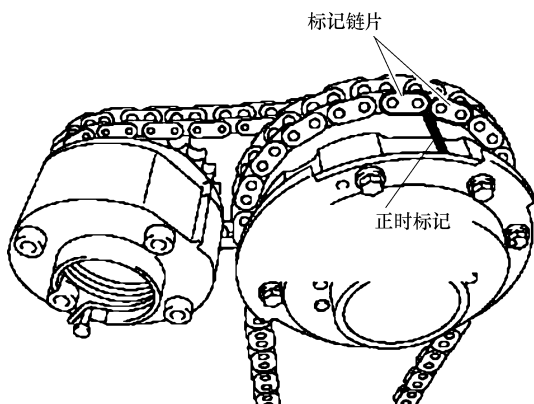

图 24-51 1 号正时链条上的橙色标记链片与凸轮轴正时齿轮上的正时标记对齐
① 按照图 24-51 所示,把 1 号正时链条上的橙色标记链片与凸轮轴正时齿轮上的正时标记对齐。将正时链条安装到凸轮轴正时齿轮上。